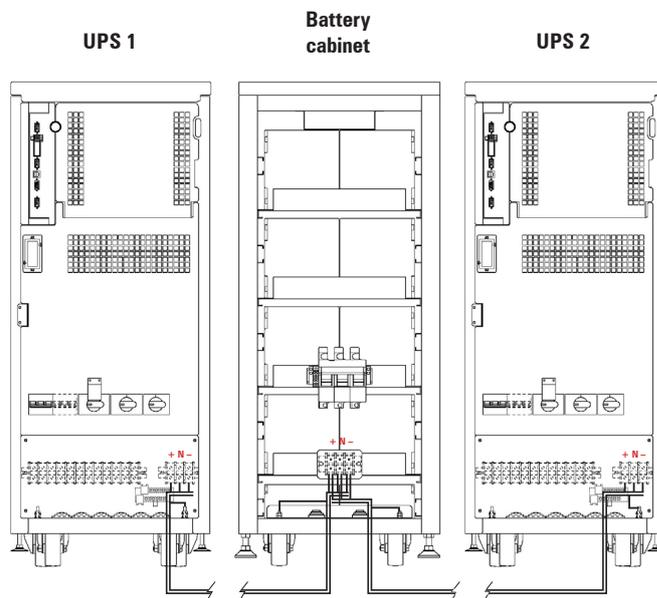

Fig. 35. Exemple de connexion de deux ONDULEURS en parallèle avec un groupe de batteries commun.
La connexion de chaque ONDULEUR avec l'armoire de batteries sera réalisée au moyen du tuyau de câbles qui est fournit en branchant un extrême aux bornes (X11), (X23), (X12) et (X10) de l'ONDULEUR et l'autre aux bornes (X47), (X49), (X48) et (X10) du module de batteries, en respectant la polarité indiquée sur l'étiquetage de chaque élément et dans ce manuel, ainsi que la couleur des câbles (rouge pour le positif, noir pour e négatif, bleu pour la prise moyenne (N) et vert-jaune pour la prise de terre), voir Fig. 35.